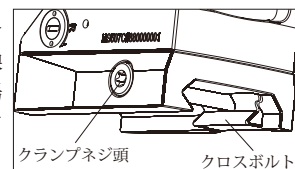

Fig 4-1
2. 適切なトルクスレンチ（付属）をクランプネジ頭へ挿入し、クロスボルトを回して緩めてください。そして、サイトを銃器レールの適切な場所へスライドさせてください。最後に、クランプボルトを締めてください。（図4-1）